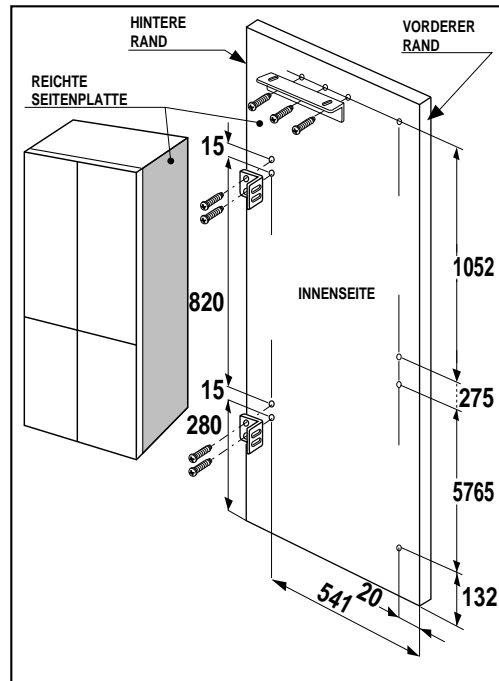

Abb. 3
- Die Winkel auf die Platten in der in der Zeichnung angezeigten Position fixieren (Abb. 3). Das Maß 132 ist für einen 100 mm hohen Sockel vorgesehen, der sich unter der Platte befindet. Falls der Sockel andere Maße aufweisen sollte, ist das Maß 132 entsprechend zu verringern oder zu erhöhen.